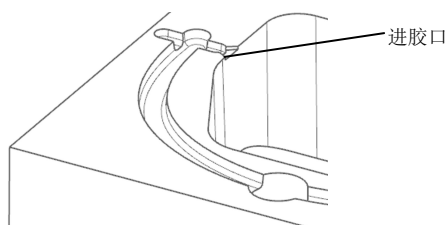

图 16-51 创建进胶口
(5) 采用相同的方法，创建另一侧的浇口，另一侧浇口的位置为 (75, 15, 0)，矢量选取“-XC 轴”。
(6) 单击“腔体”按钮，在【腔体】对话框中“模式”选取“减除材料”，选取型腔零件为目标体，胶口特征为工具体，单击【腔体】对话框中的“确定”按钮，创建进胶口。
(7) 在“装配导航器”中选取“cavity-1”，单击鼠标右键，选取“设为显示部件”命令，所创建的胶口如图 16-51 所示。